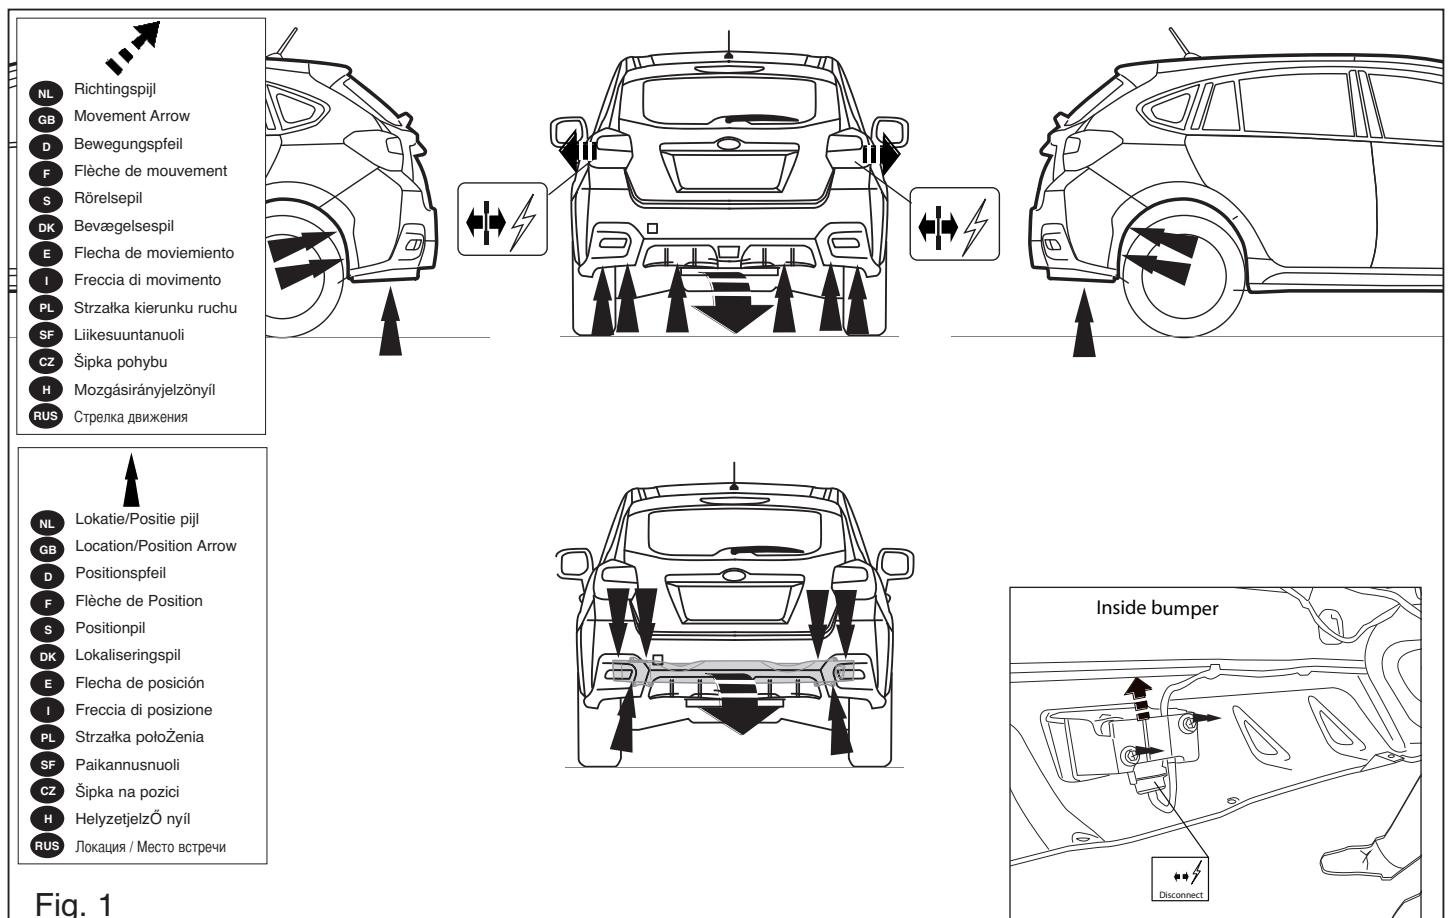

Fig. 1
2. Remove the bumper and the steel buffer beam from the vehicle. The buffer beam will no longer be needed. See figure 1.
2. Die Stoßstange einschließlich des stählernen Stoßbalkens vom Fahrzeug abmontieren. Der Stoßbalken wird nicht mehr benötigt. Siehe Abbildung 1.
2. Déposer le pare-chocs du véhicule y compris la traverse en acier ; la traverser ne sera plus utilisée. Voir la figure 1.
10. Tillslut delarna enligt figuren (se fig. 1).
2. Demonter kofangeren, inklusive køretøjets stålstødbjælke. Stålstødbjælken skal ikke længere anvendes. Se fig. 1.
9. Smør kit på de markerede dele (jævnfør fig. 1).